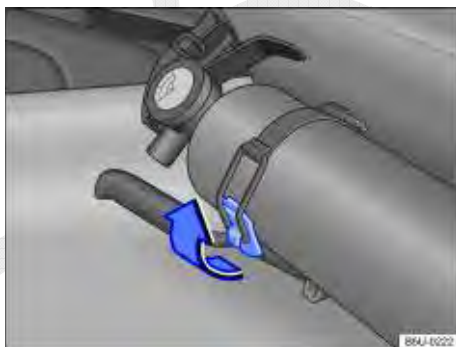

Fig. 148 No banco do condutor: extintor de incêndio.
- Soltar a abraçadeira de fixação, puxando-a para cima ⇒ Fig. 148 no sentido da seta.